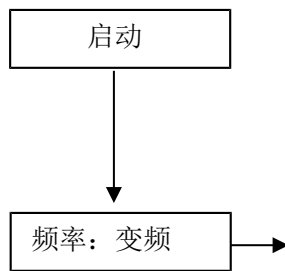

图 4
- 2)  按  键可移动光标至各菜单项，并循环指示。被选中项反白字体显示。选择键的流程见图 4 所示。